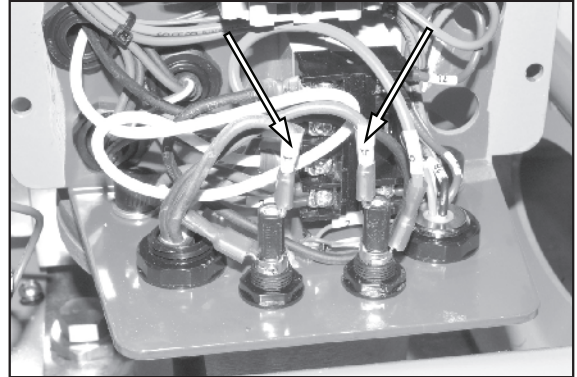

Figura 18.
3. Veja a Figura 18. Desconecte os dois fios elétricos.